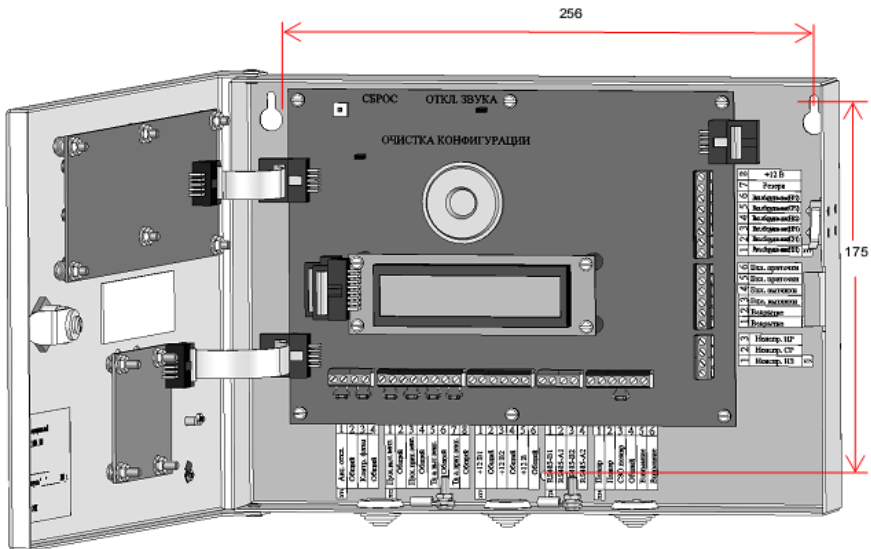

Рис.3.1 Прибор центральный ИЮЛГ 3.001.100
3.1.1. Конструктивно прибор ЦП выполнен в виде законченной конструкции и состоит из корпуса и лицевой панели (см. Рис. 3.1,3.2).